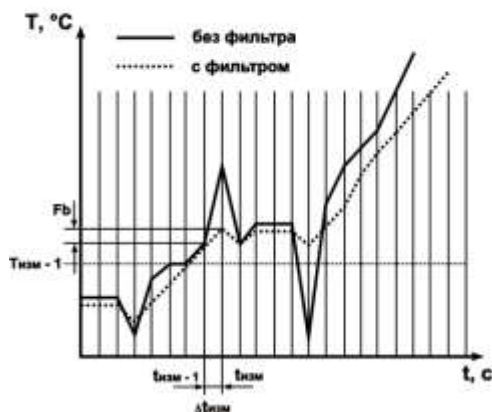

Рисунок 3.5
3.2.4.1 Полоса цифрового фильтра позволяет защитить измерительный тракт от единичных помех и задается в градусах Цельсия ( $^{\circ}C$ ). Если измеренное значение  $T_{изм}$  отличается от предыдущего  $T_{изм-1}$  на величину, большую, чем значение параметра  $Fb$ , то прибор присваивает ему значение, равное  $(T_{изм} + Fb)$  (рисунок 3.5). Таким образом, характеристика сглаживается.